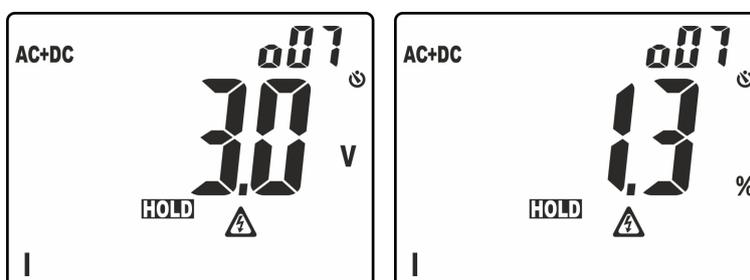

Fig. 4: Visualização da ordenação das amplitudes da análise harmônica
- Pressão prolongada do botão (pelo menos 2s) para ativar a função **H2O (Higher Harmonic Ordering)** de ordenação da amplitude dos harmônicos. Nestas condições, a função "HOLD" é automaticamente ativada, o símbolo "o" aparece à frente da ordem do harmônico visualizado para indicar a ativação da função de Classificação. A barra gráfica é desativada e o instrumento apresenta o valor das amplitudes de todos os harmônicos compreendidos entre o valor CC e a 25ª exceto o fundamental, por **ordem decrescente** a partir do harmônico de amplitude maior como se mostra na Fig. 4
No exemplo da Fig. 4 o harmônico de amplitude maior corresponde à ordem 7. Premir o botão **▲** para observar as amplitudes dos restantes harmônicos e premir novamente o botão **H/H%/H▬** para passar à visualização dos valores absolutos ou em percentagem. Rodar o seletor para sair da função.